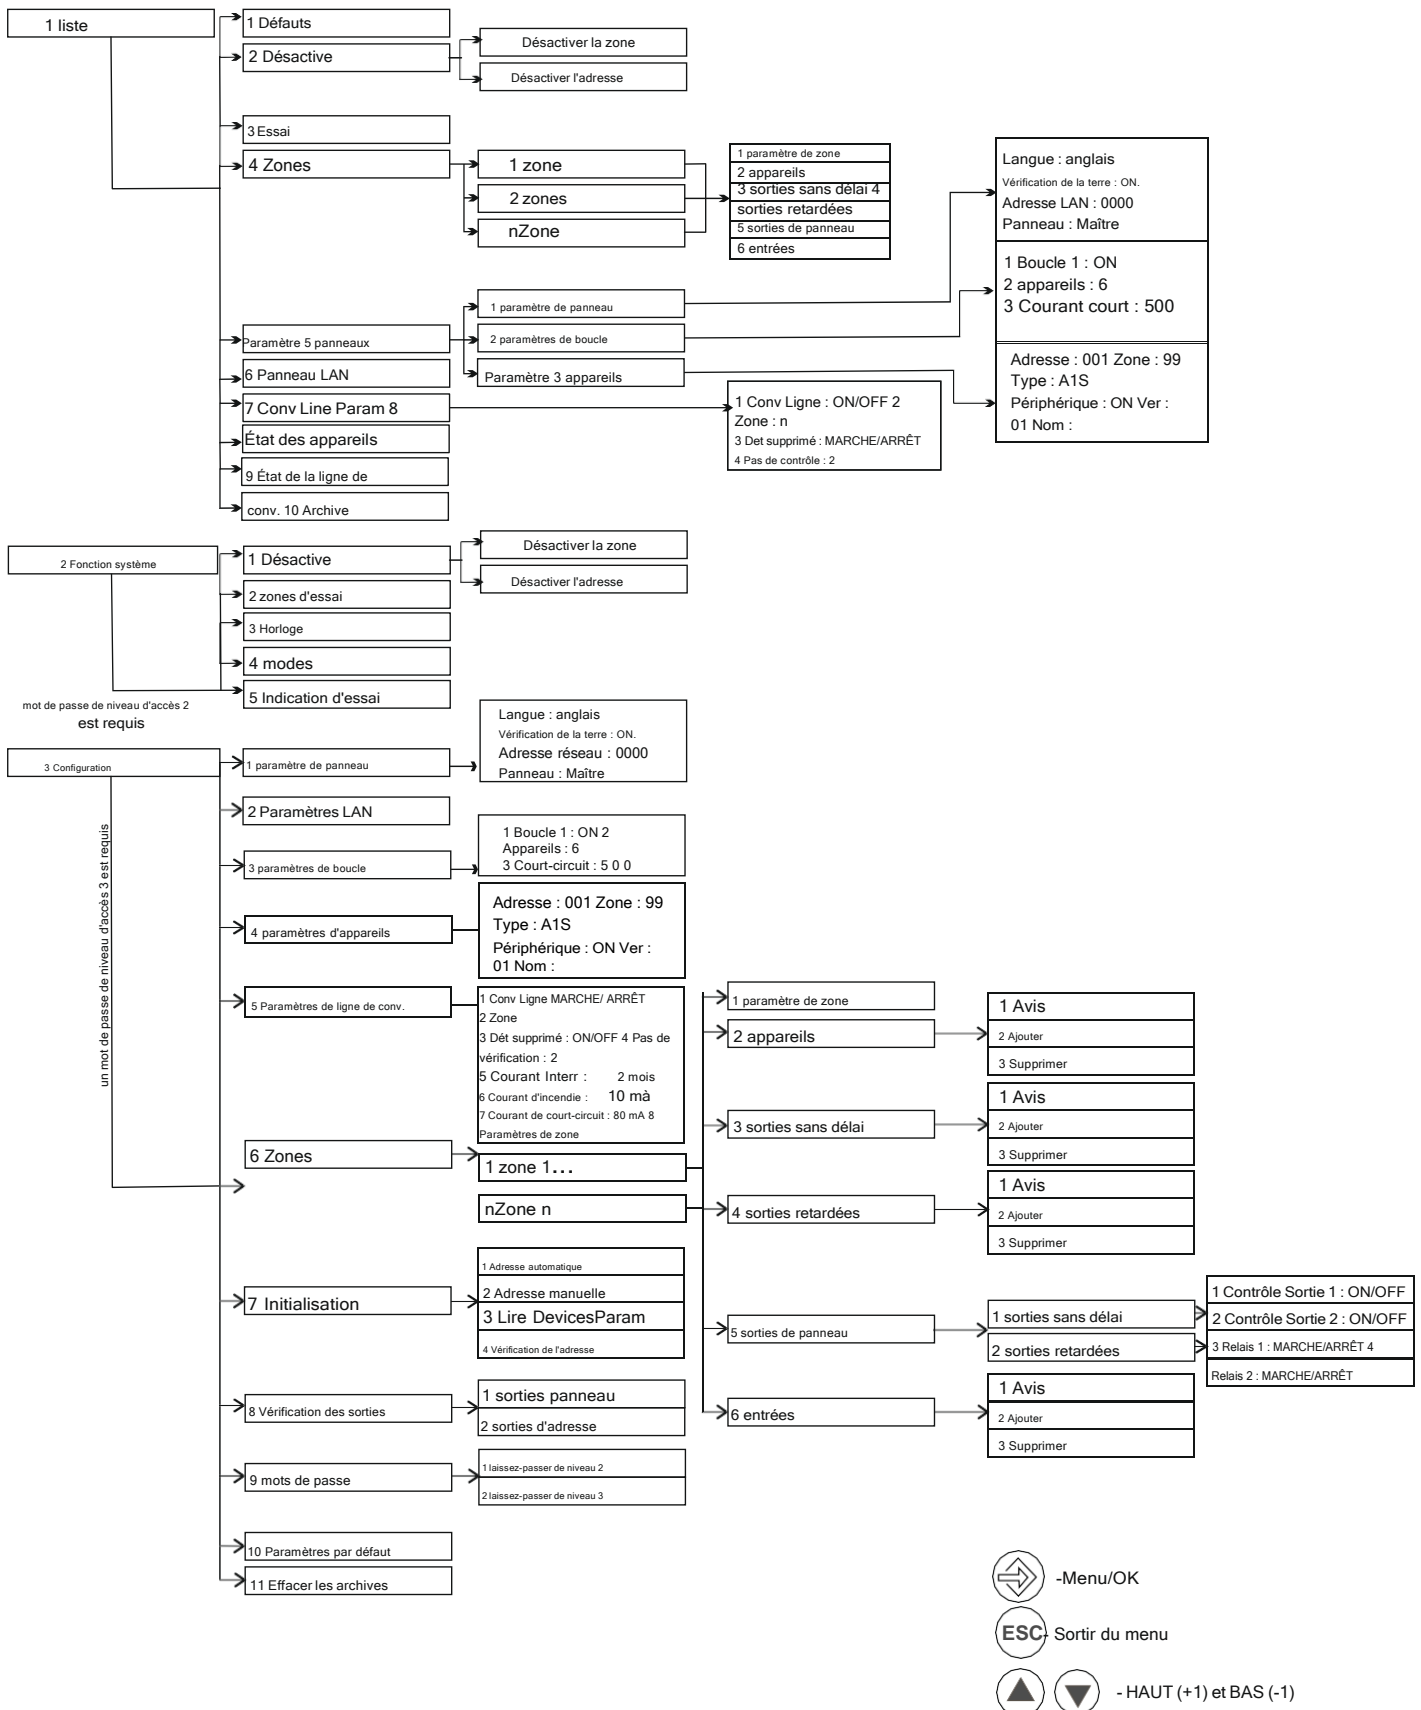

Fig. 11 Schéma général des menus
La centrale d'alarme incendie dispose d'un écran LCD alphanumérique (4 lignes x 20 symboles). Il affiche des informations sur les événements enregistrés. L'écran visualise les menus des paramètres du panneau (les menus sont structurés en arborescence, voir Fig.11) auxquels il est possible d'accéder successivement à l'aide des boutons de navigation. L'utilisateur peut attribuer librement des noms aux zones et aux dispositifs, en utilisant les boutons de navigation et de contrôle.
- 3.1.1. DEFAUTS (Fig.11 pos.1-1) - affiche tous les défauts enregistrés par le panneau
- 3.1.2. DESACTIVE (Fig.11 pos.1-2) - affiche une liste des zones et/ou adresses désactivées
- 3.1.3. TEST (Fig.11 pos.1-3)
- 3.1.4. ZONE (Fig.11 pos.1-4) - affiche une liste des zones enregistrées et des informations sur une zone spécifiée :
- 3.1.5. Paramètres du panneau (Fig.11 pos.1-5) - le menu affiche des informations sur les paramètres du panneau, les paramètres de la boucle et les paramètres de l'appareil
- 3.1.6. Paramètres LAN (Fig.11 pos.1-6)
- 3.1.7. Paramètres de ligne conventionnels (Fig.11 pos.1-7) - affiche des informations sur les paramètres de ligne conventionnels
- 3.1.8. État de l'appareil (Fig.11 pos.1-8) - affiche l'état des appareils ; permet d'effectuer des rondes d'inspection et de lire les paramètres des appareils
- 3.1.9. État de la ligne conventionnelle (Fig.11 pos.1-9) - affiche l'état de la ligne conventionnelle ON/OFF
- 3.1.10. Archive (Fig.11 pos.1-10) - permet d'accéder aux archives des événements
partir de Paramètres -> Paramètres de la boucle (Fig.11 position 3.3.) et le nombre d'appareils doit être configuré (Initialement, le nombre d'appareils dans la boucle est 0. Ajout de tout nouveau l'appareil changera automatiquement le nombre d'appareils). Sur la ligne 3 doit être réglé le seuil de courant qui, lorsqu'il est dépassé, permettra à la centrale d'alarme incendie d'enregistrer un court-circuit et d'activer la protection correspondante.
4.2. Une fois la boucle allumée, entrez dans le menu Réglages, sous-menu Initialisation (Fig.11 position 3.7). Les modes d'adressage de périphérique sont ici également au nombre de deux :
**Adressage manuel** (Fig.11 position 3.7.2.) - dès qu'un dispositif est fixé à sa base, la centrale d'alarme incendie le reconnaît et propose une adresse séquentielle, mais attend une confirmation. Un numéro spécifique peut être attribué à chaque appareil dans ce menu (une fois qu'une adresse a été sélectionnée, elle n'est plus proposée)
4.3. Où **Adressage automatique** est sélectionné, le message AJOUTER APPAREIL s'affiche (Fig.11 pos. 3.7.1.). Dès que le dispositif adressable est physiquement relié à la base, ses voyants lumineux s'allument et le message ADRESSE POUR ADRESSAGE apparaît sur l'afficheur. L'adresse est acceptée automatiquement puis le message ATTENDEZ SVP apparaît sur l'afficheur. Dès que le dispositif est reconnu et son adresse programmée, le message AJOUTER DISPOSITIF s'affiche à nouveau et la centrale attend qu'un dispositif suivant soit ajouté. Cette séquence est répétée jusqu'à ce que tous les appareils soient ajoutés à la boucle.
4.4. Où **Adressage manuel** est sélectionné (Fig.11 position 3.7.2.), la séquence d'actions est la même qu'en adressage automatique ; la seule différence est que la centrale d'alarme incendie suggère une adresse et attend qu'elle soit sélectionnée et confirmée. L'utilisateur a alors la possibilité d'utiliser des numéros séquentiels comme adresses ou d'attribuer un numéro spécifique (parmi les numéros disponibles) à son choix.
- 5.1. Attribuer des noms aux appareils. Entrez dans le menu Paramètres -> Paramètres de l'appareil (Fig.11 pos. 3.4.). Utilisez les flèches pour voir les paramètres de l'appareil. Pour saisir un texte, sélectionnez les lettres consécutivement.